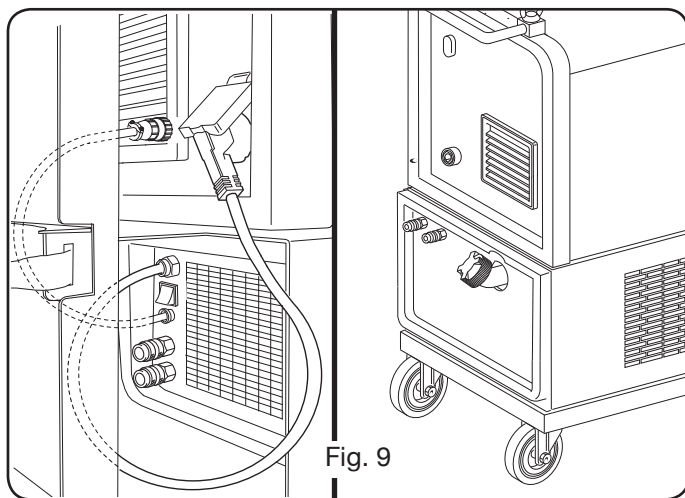

Fig. 9
3.5 MONTAGE DES KÜHLAGGREGATS (ART. 1683 - LIEFERUNG AUF ANFRAGE - ART 306-308-315 UND 316) (Abb. 9)